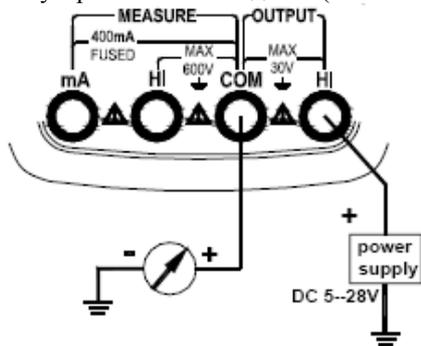

Рисунок 10. Формирование постоянного тока с внешним источником питания (ХМТ – токовая петля)
1. Подключите исследуемое устройство к выходным (OUTPUT) гнездам прибора COM и HI в соответствии с рис. 10.